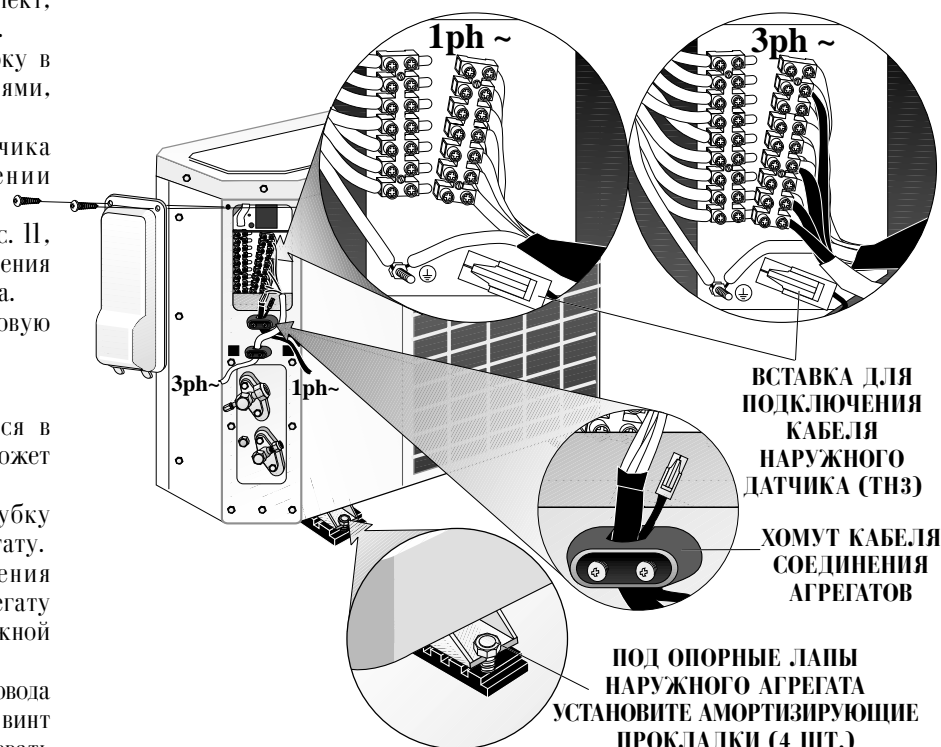

Рис. 11
- Закрепите ножки наружного агрегата на основании, как показано на рис. 11. Для предотвращения вибрации установите под ножки резиновые амортизаторы, входящие в комплект.
- Специальным хомутом, показанным на рис. 11, закрепите электрический кабель соединения агрегатов на корпусе наружного агрегата.